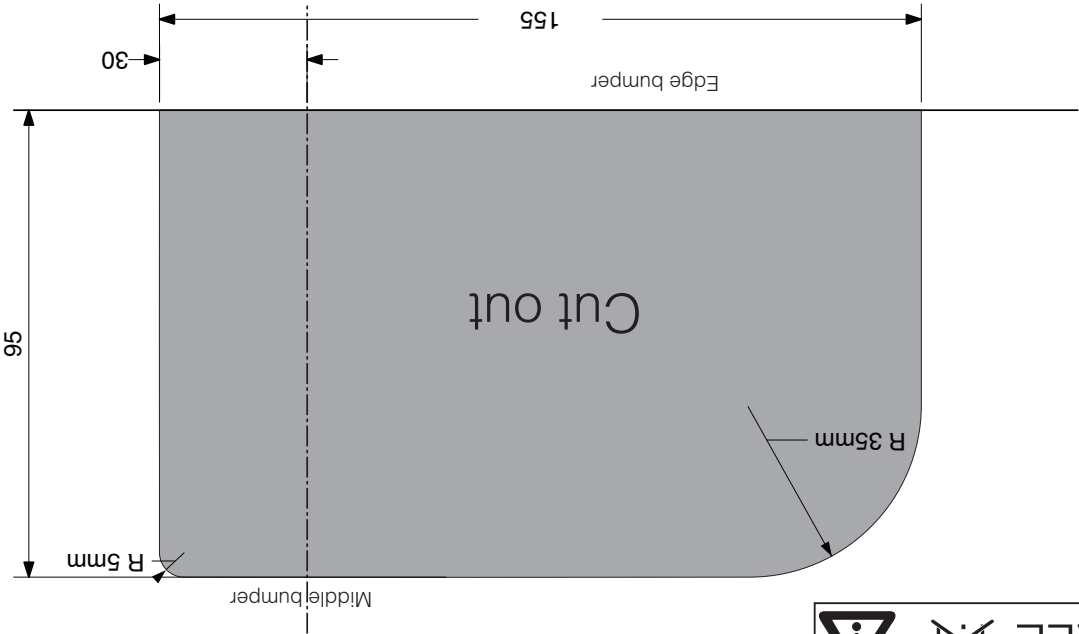

Fig. 2
7. Saw a section out of the middle of the underside of the bumper as shown in fig 2/3/4.
7. Auf der Unterseite der Stoßstange einen Teil aus der Mitte gemäß Abbildung 2/3/4 ausschneiden.
7. Sav en del ud af kofangeren midt på undersiden jf. fig. 2/3/4.
7. Выпилить часть из дампера в середине снизу, как указано на рис.2/3/4.